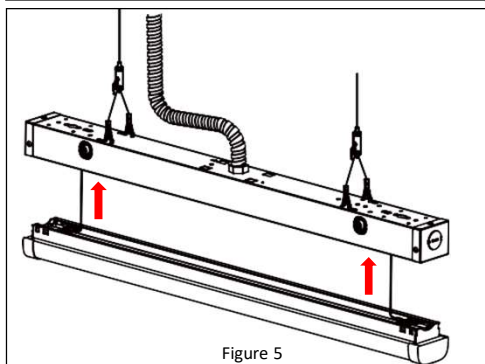

Figure 5
10. Refermez le luminaire en poussant soigneusement le diffuseur dans le corps du luminaire. Veillez à ne pas pincer les fils. **Reportez-vous à la Figure 5.**